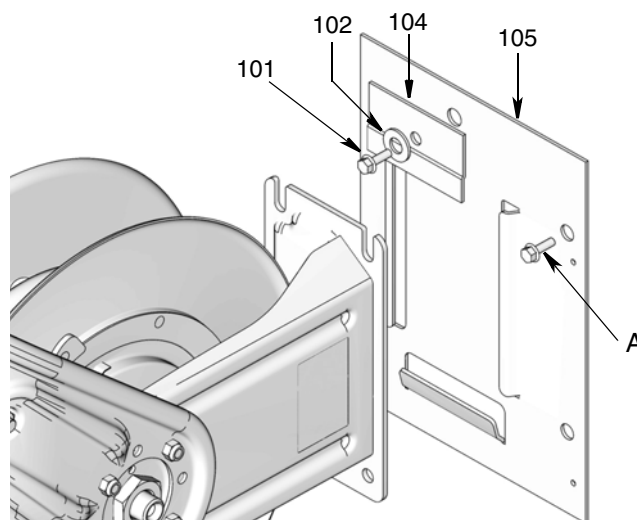

ABB. 5
HINWEIS: Für die Wand-/Deckeninstallation muss der Bediener vier Befestigungsschrauben und vier Unterlegscheiben (A) (ABB. 5) bereitstellen, die stark genug sind, das Gewicht von Kabelaufroller, Kabel und Zubehör zu tragen. Gewicht der Kabelaufroller ohne Zubehör, siehe Technische Daten auf Seite 26.
3. Die Bodenplatte (ABB. 5 - 105) verwenden, um die Position der Befestigungslöcher vor dem Bohren markieren.
HINWEIS: Für eine einfachere Installation, die Bodenplatte (105) zuerst an der Wand befestigen (ABB. 5).
4. Montagelöcher bohren. Bodenplatte (105) mit den 4 bereitgestellten Befestigungsschrauben (A) an der Wand befestigen. Diese sind stark genug, um das Gewicht von Kabelaufroller, Kabel und Zubehör zu halten. Schrauben gut festziehen.
5. Kabelaufroller auf Bodenplatte (105) schieben und Halteplatte (104), Unterlegscheibe (102) und Schraube (101) installieren. Schraube gut festziehen (ABB. 5).